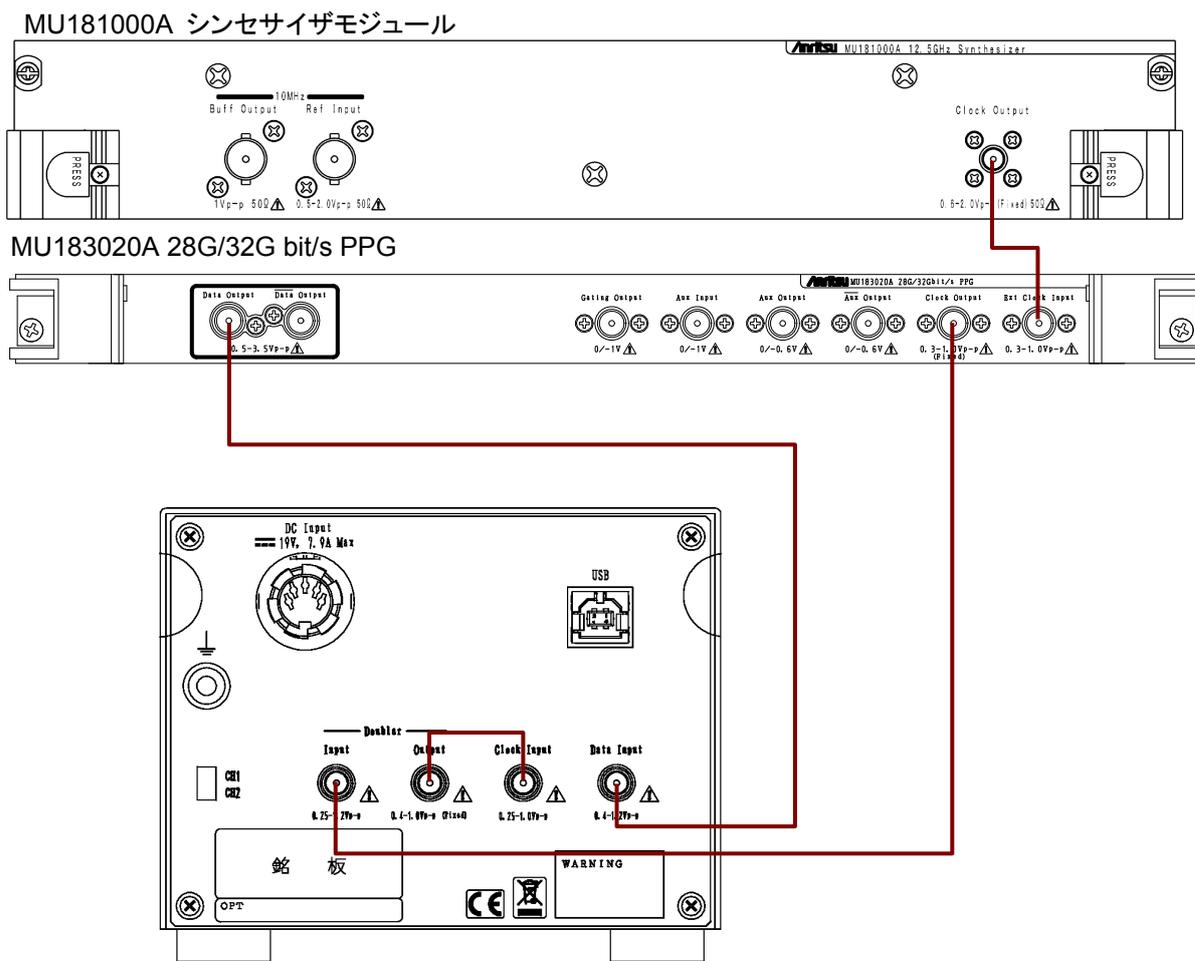

図3.3-7 MU183020A 28G/32G bit/s PPG との接続 (ビットレート 8~28 Gbit/s)
- 図 3.3-7 の接続では, MU183020A の Output Clock Rate を [Half rate] に設定してください。MU183020A の設定方法は『MU183020A 28G/32G bit/s PPG MU183021A 28G/32G bit/s 4ch PPG 取扱説明書』の「第 5 章 操作方法」を参照してください。